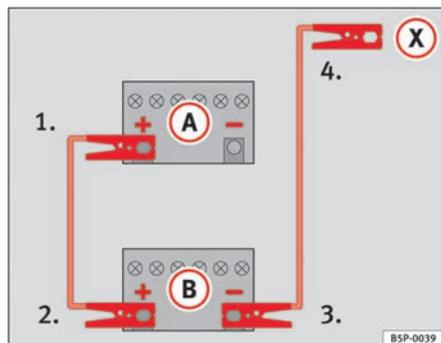

Fig. 170 Schéma de branchement des câbles de démarrage
Sur la ⇒ fig. 170, la batterie déchargée est repérée par la lettre **(A)** et la batterie fournissant le courant par la lettre **(B)**.
- 1. Raccordez une extrémité du câble de démarrage ⇒ fig. 170 à la borne positive **(+)** du véhicule dont la batterie est déchargée ⇒ .